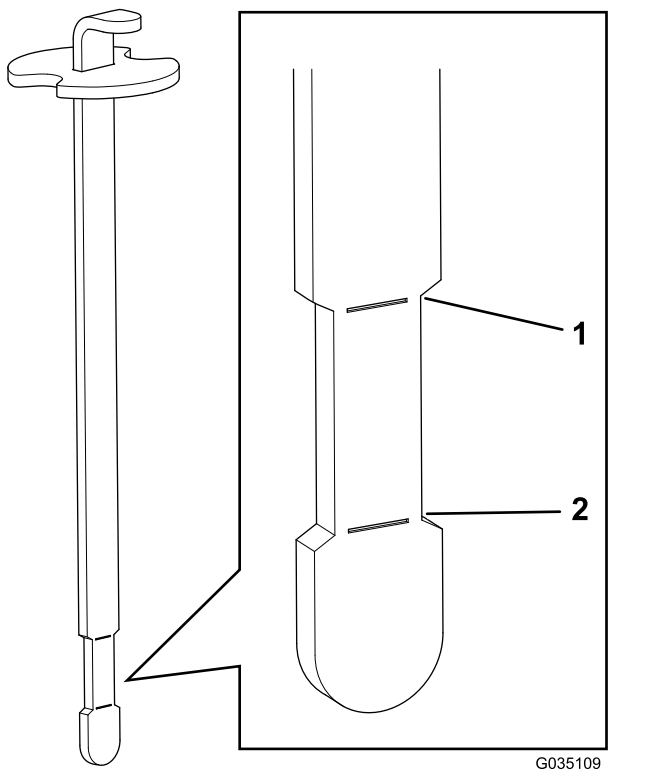

Figura 18
**Nota:** El nivel de fluido debe estar entre las marcas inferior y superior (zona rebajada) de la varilla (Figura 18).